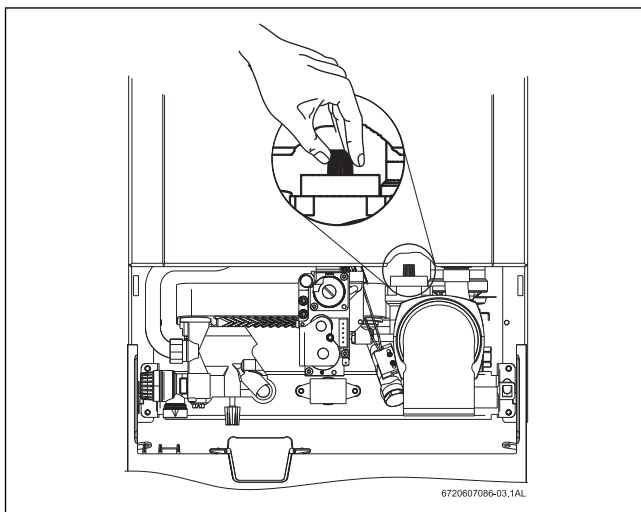

Fig. 13 Purgador automático
- ▶ Para evacuar el aire del aparato empleando el purgador automático que incorpora, abrir el tapón del mismo (Fig. 13).